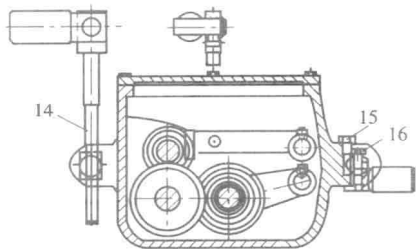

图 1.2 变速箱
②用撬杠把变速箱(见图 1.2)撬起,用呆扳手把吊起的变速箱的双头螺柱 14 卸下,然后慢慢地把变速箱放下;用呆扳手把固定在圆柱棒上的两个外六角螺钉 15、16 卸下;用三角带套在皮带轮上向外拖(边拖三角带边向后移动),后面用撬杠撬,把变速箱从床身里拖出来。
③用呆扳手将变速箱顶盖打开,再卸下电机的四个外六角螺钉,采用振动法或用冲子在电机结合子及